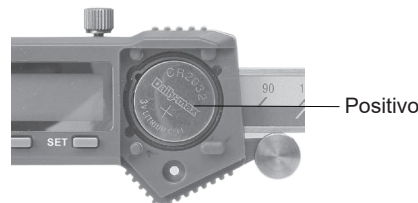

fig.2
---Coloque a bateria CR2032 no compartimento da bateria, o lado positivo da bateria (+) deve estar voltado para fora (fig. 2)